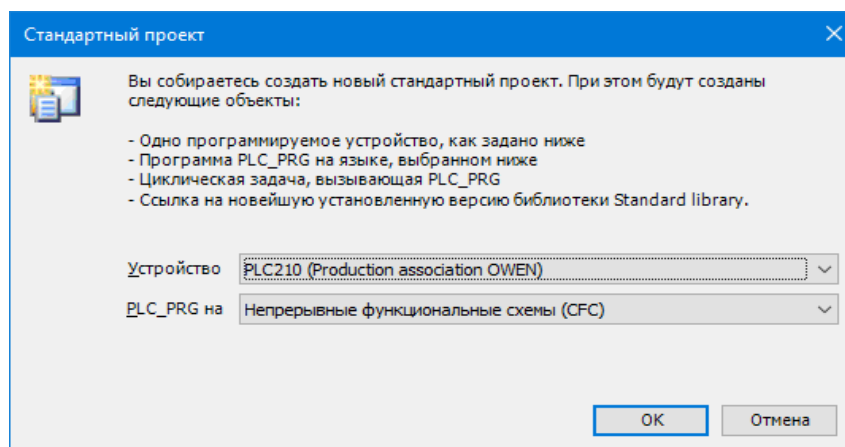

Рисунок 2.3 – Выбор целевой платформы и языка программирования
**Принципы работы ПЛК. Описание методики создания запросов в CoDeSys.** Для начала необходимо создать новый проект «Файл → Новый проект» (Ctrl+N), в появившемся окне перейти в категорию «Проекты» и выбрать «Стандартный проект», затем идёт выбор и настройка целевой платформы (устройства) и языка реализации основной программы PLC\_PRG (рис. 2.3). В конкретном случае необходимо выбрать устройство **PLC210** (Production association OWEN) и язык непрерывных функциональных схем **CFC**. После выбора устройства и языка необходимо нажать кнопку «ОК».